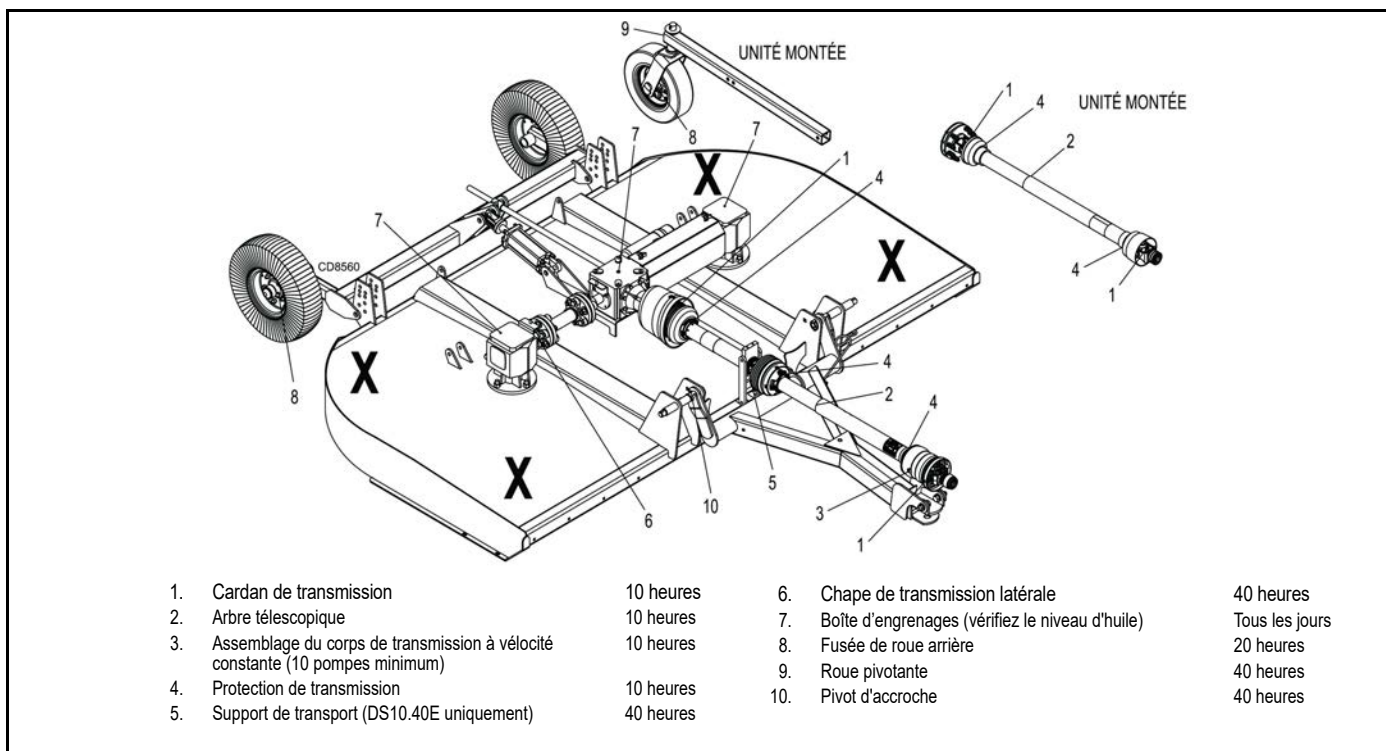

Figure 11. Positionnement de béquille et points de graissage
1. Des béquilles d'une capacité de charge d'au moins 453,6 kg (1000 lbs) sont les seuls dispositifs de blocage approuvés pour cette faucheuse. Installez un minimum de quatre béquilles (illustrées par des X sur la Figure 11) sous la faucheuse avant d'intervenir sous l'unité.
Reportez-vous à la Figure 11 pour les points de graissage et la fréquence ou le graissage dans des conditions d'utilisation normales. Des conditions difficiles ou inhabituelles peuvent nécessiter un graissage plus fréquent.
2. Soulevez la faucheuse et bloquez-la de manière sécurisée. (Voir la Figure 11.)
3. Alignez la traverse (5) à l'orifice d'accès à la lame dans le châssis de la faucheuse. Retirez le boulon (27), le clip de blocage de broche de lame (13), la plaque à clavette (12) et les pièces d'écartement (10 et 11). Faites glisser la broche de lame (9) en dehors de la traverse avec précaution.
4. Faites pivoter la traverse (5) et répétez l'opération pour la lame opposée.